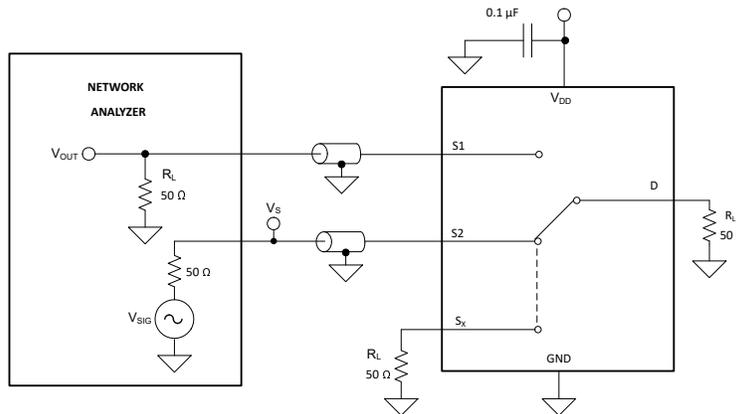

图 8-10. 通道间串扰测量设置
串扰定义为不同通道的漏极引脚 (D) 处的信号与导通通道的源极引脚 (Sx) 上施加的信号之比。图 8-10 显示了用于测量串扰的设置和用于计算串扰的公式。